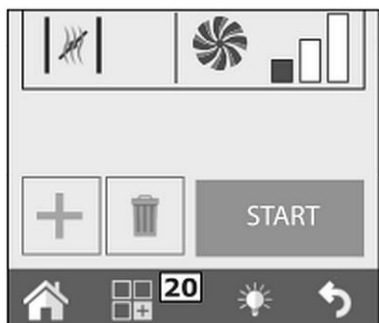
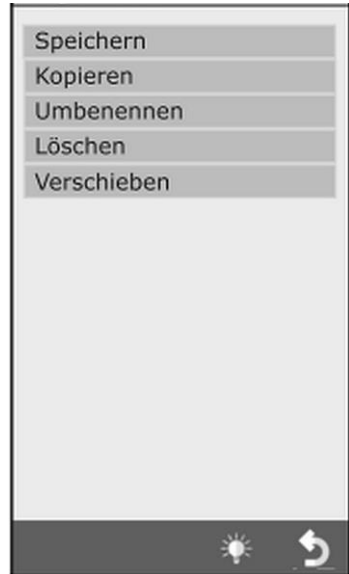

Abb. 24
Abb. 25
5. Wählen Sie über das Menü „Funktionen“ (20, Abb. 24), "Speichern" und dann „Kopieren“.
1. Wenn Sie ein Garprogramm von einer Gruppe zur anderen verschieben wollen, öffnen Sie das gewünschte Garprogramm und drücken Sie die Taste „Funktionen“ (20, Abb. 24).
2. Wählen Sie danach „Speichern“ und folgend „Verschieben“ (Abb. 25).
Nachdem das Garprogramm geöffnet wurde, die Taste „Funktionen“ (20, Abb. 24) drücken, „Speichern“ und dann „Umbenennen“ (Abb. 25) wählen. Den neuen Namen über die Tastatur eingeben und Eingabe drücken.
1. Nachdem das zu löschende Garprogramm geöffnet ist, drücken Sie die Tasten „Funktionen“ (20, Abb. 24), dann „Speichern“ und „Löschen“ (Abb. 25).